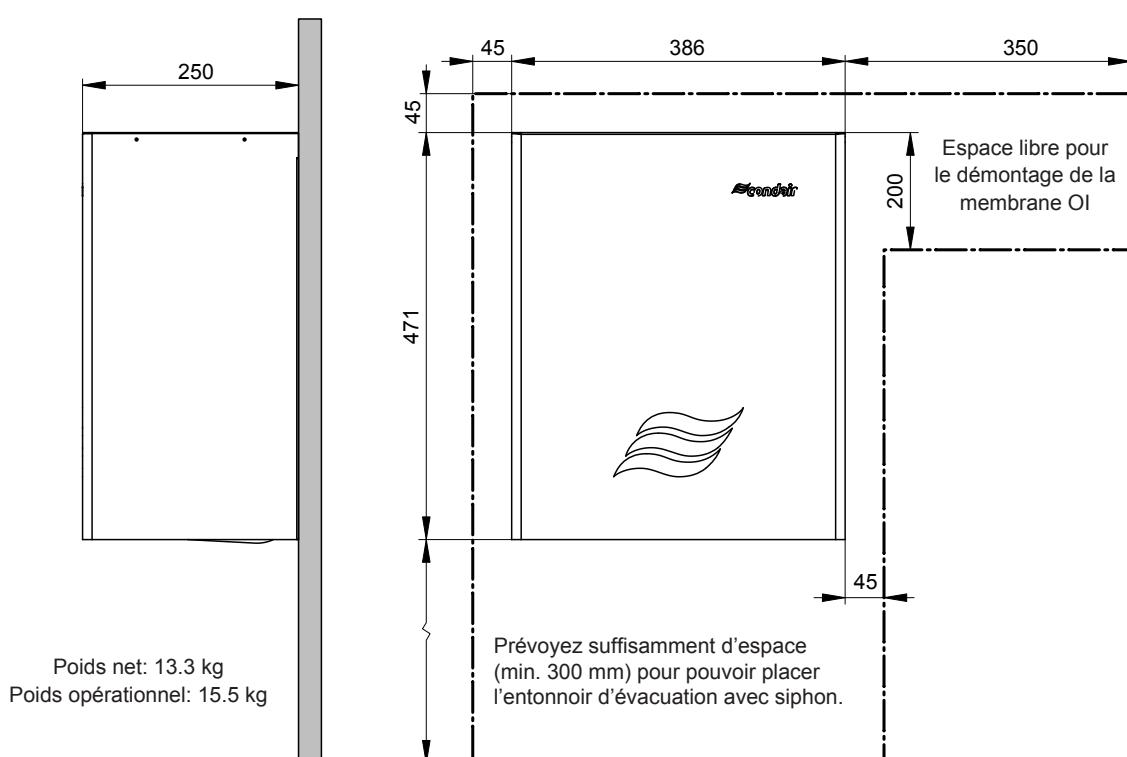
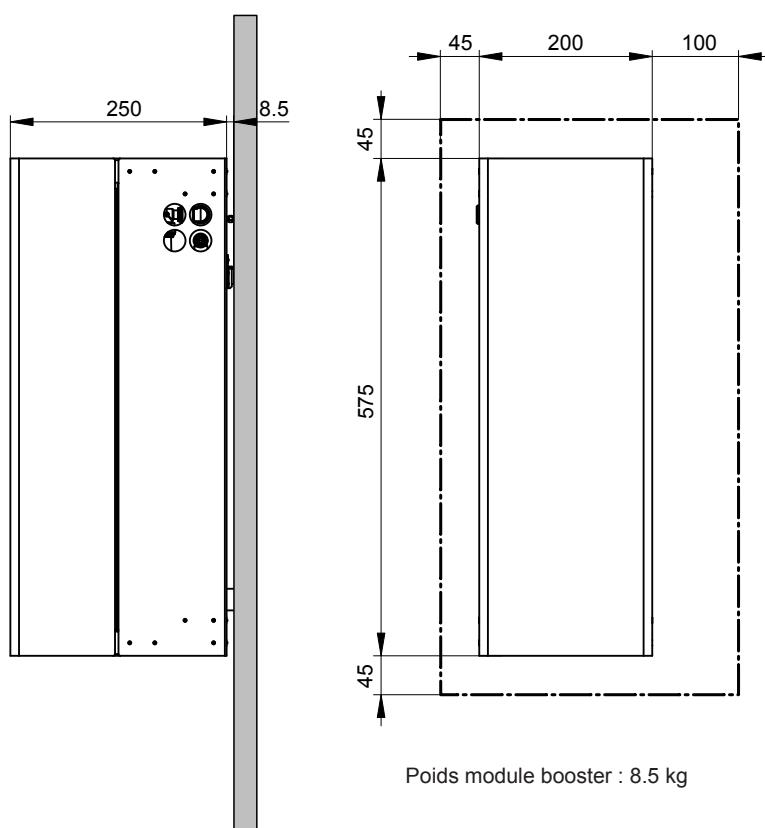
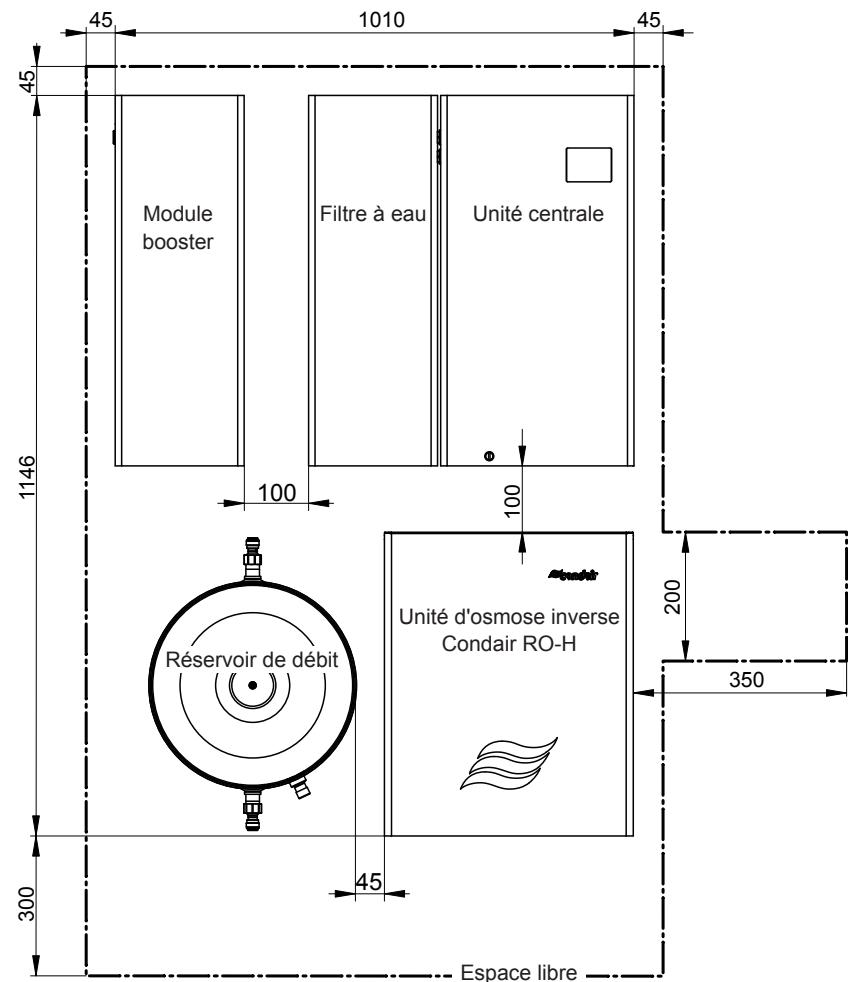

Fig. 9 : Dimensions RO-H (dimensions en mm)
Fig. 11 : Dimensions module booster (dimensions en mm)
Fig. 14 : Exemple de placement 3 (dimensions en mm)
- Veillez à disposer d'une surface murale suffisamment grande pour le montage de l'unité d'osmose inverse RO-H, du réservoir de débit et du ou des module booster (voir Fig. 9 à Fig. 14).
Important : Le mur sur lequel les composants du système d'osmose inverse sont montés doit présenter une capacité portante suffisante (voir les indications de poids à la Fig. 9 à Fig. 11) et être adapté à ce genre de fixation.